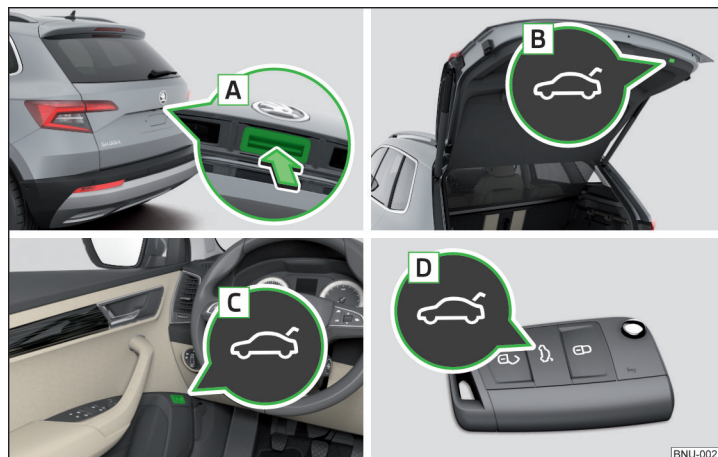

Fig. 55 Actionnement du capot
- ▶ En appuyant sur la poignée **A** » fig. 55.
- ▶ En appuyant sur la touche **B** » fig. 55.
- Le bouton **A** » fig. 55 est désactivé pendant la conduite ou à partir d'une vitesse supérieure à 5 km/h. La touche est réactivée après l'arrêt du véhicule et l'ouverture d'une porte.
- › Appuyez sur la touche de fonction correspondante **B** » fig. 55 à la page 69 jusqu'à entendre un signal sonore.
| Le capot ne réagit pas à aucun signal d'ouverture | Enlever l'obstacle éventuel (par ex. neige), ouvrir à nouveau le capot » page 69 Appuyer sur la poignée A » fig. 55 à la page 69 et tirer le capot vers le haut |